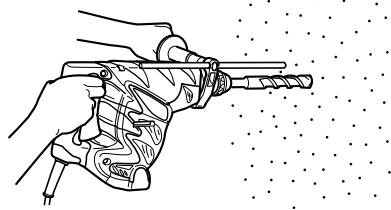

Fig. 5
- (1) Montar la broca.
- (2) Presionar el interruptor de gatillo después de poner la punta de la broca en la posición para taladrar. (Fig. 5)
- (3) No es necesario presionar con fuerza la broca. Presionar ligeramente la broca de forma que el polvo producido al taladrar salga al exterior gradualmente.
- Cuando la broca toque una barra de hierro de construcción se detendrá inmediatamente y el martillo perforador tenderá a girar. Por lo tanto, sujetar el mango lateral y sostenerlo firmemente como se ilustra en la Fig. 5.